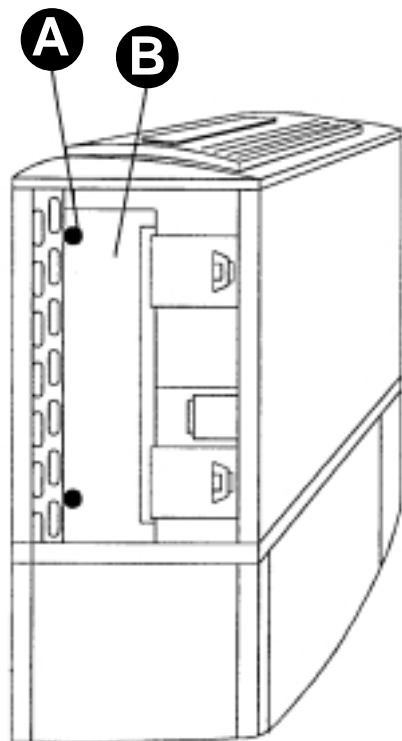

Fig. 1
- 4) Rimuovere accuratamente su entrambi i lati i gancini di fissaggio (A) e i fogli di polistirolo (B) presenti tra l'evaporatore e il ventilatore (vedi fig. 1).
- 4) Retirer avec prudence les clips de maintien (A) et les bandeaux de styropore (B) se trouvant des 2 cotés, entre l'évaporateur et le ventilateur (voir fig. 1).
- 4) Remove carefully on both sides fastening clips (A) and styrofoam layers (B) between the evaporator and ventilator (see fig. 1).
- 5) Install the heating element between evaporator and ventilator according to picture 2 and fasten it with 2 sheet metal screws at the side walls of the evaporator (C).
- 4) Quitar con cuidado los ganchos de fijación (A) situados en ambos lados y las láminas de poliestirol (B) presentes entre el evaporador y el ventilador (véase fig. 1).
- 4) De bevestigingsclips (A) en isolatiestukken tussen (B) de verdampfer en ventilator aan beide zijde voorzichtig verwijderen. (zie afb. 1)